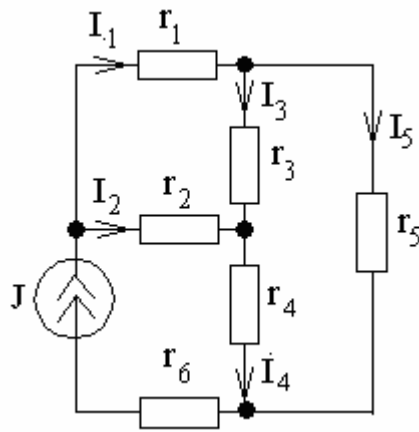

Рис. 38
8. Найти токи во всех ветвях цепи (рис. 38) и сделать проверку по балансу мощностей, если $r_1 =6$ Ом, $r_2= r_3=r_4=2$ Ом, $r_5=3$ Ом, $r_6=6$ Ом; $J=11$ А.